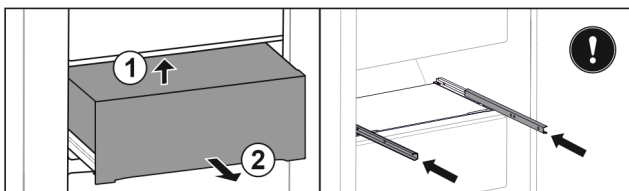

Fig. 37
- ▶ Lade van onderen achter optillen. Fig. 37 (1)
- ▶ Lade naar voren toe verwijderen. Fig. 37 (2)